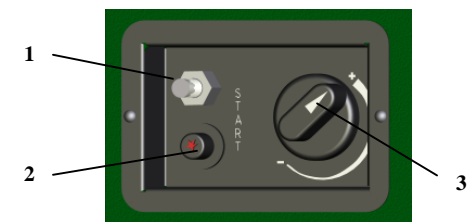

Abbildung 3
1. Das stufenlos regelbare Thermostat mit Hilfe des Bedienelements (**Abbildung 3, Position 3**) auf die gewünschte Temperatur einstellen.
4. Starttaste (**Abbildung 3, Position 1**) bis Anschlag eindrücken. Das Zünden der Pilotflamme und des Hauptbrenners erfolgt durch ein- oder mehrmaliges Drücken des Piezoelementes (**Abbildung 3, Position 2**). Nach dem Zünden der Flamme die Starttaste noch etwa 15 Sekunden eingedrückt halten, damit das Thermoelement die erforderliche Temperatur erreicht